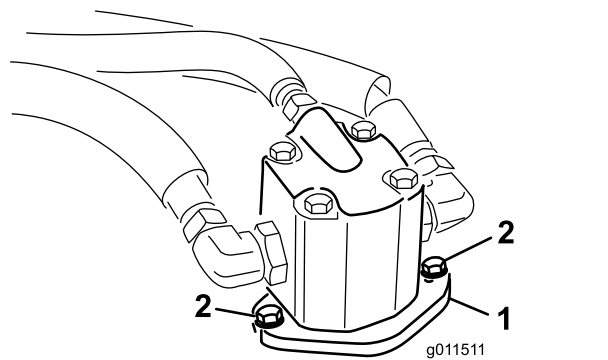

Figura 114
- Rimuovete i bulloni che fissano il motore idraulico al piatto di taglio (Figura 114).